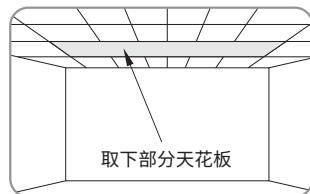
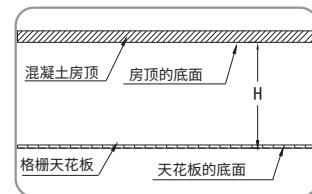

图1
图2
1.按照用户的投影机参数来选定安装升降架的位置，根据升降架所需安装空间，取下部分天花板(图1)，准确测量混凝土房顶的底面到天花板的底面高度距离 H (图2)